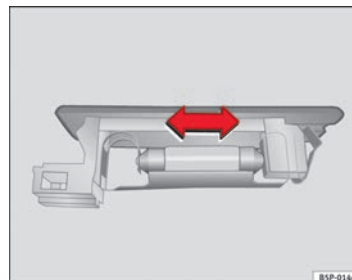

Abb. 199 Gepäckraumbeleuchtung
- Drücken Sie die Lampe zur Seite und nehmen Sie sie aus ihrer Halterung heraus ⇒ Abb. 199.